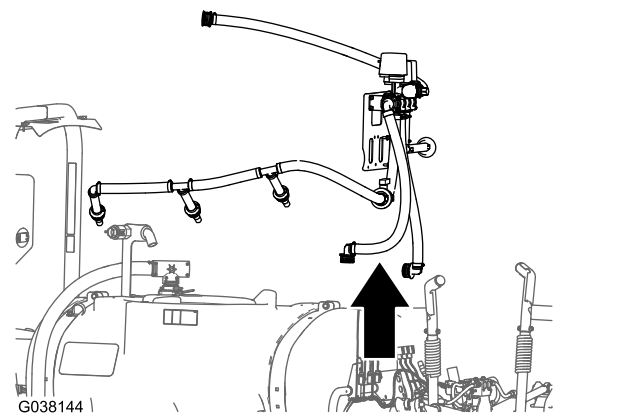

Figura 27
2. Rimuovete la staffa, le valvole, i flessibili e gli ugelli dell'agitatore dalla macchina (Figura 27).